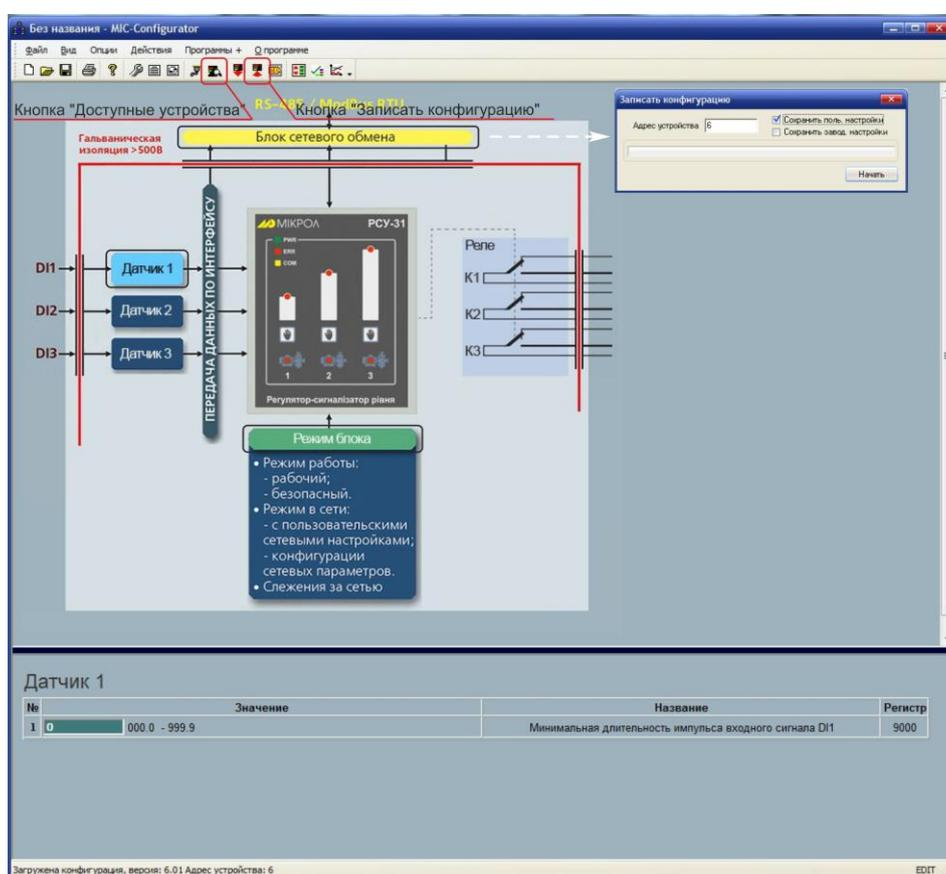

Рисунок 4.5 – Редактирование конфигурации
4.4.5.2 В окне редактирования параметров нажать кнопку "Блок сетевого обмена" (см. рис. 4.5).